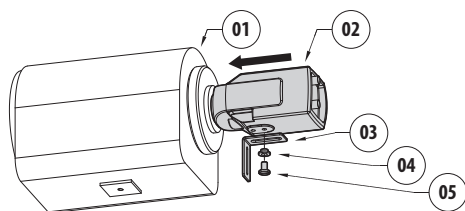

Fig. 8
È possibile fissare un distanziale H-20 (02) all'ottica. Connettere la telecamera e fissare la staffetta a L (Fig. 8, pagina 15). Interporre un distanziale di plastica dello spessore desiderato e fissarlo con la rondella e la vite (03).